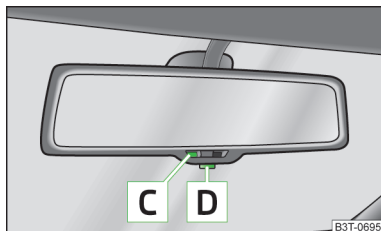

Fig. 46
- Para **activar** el antideslumbramiento automático, pulsar la tecla **D**, el testigo de control **C** se enciende » fig. 46.